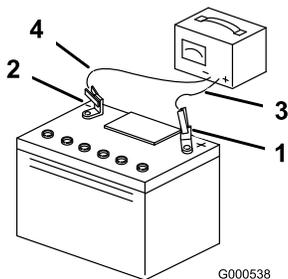

Bild 32
- Ziehen Sie, wenn die Batterie voll geladen ist, den Stecker des Ladegeräts aus der Dose. Klemmen Sie dann die Klemmen des Ladegeräts von den Batteriepolen ab (Bild 32).